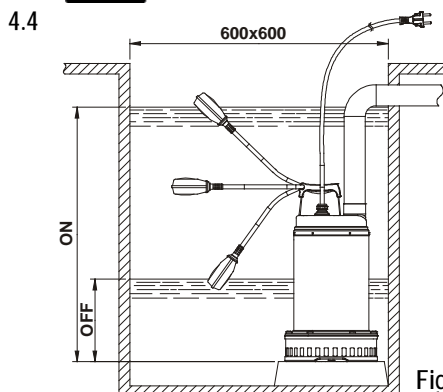

Fig.1
- 4.1 Si le fond du puits où la pompe doit fonctionner est particulièrement sale, il est bon de prévoir un support pour poser la pompe afin d'éviter que la crépine d'aspiration se bouche (Fig.1)
2. Pour la version munie d'interrupteur à flotteur, contrôler que celui-ci peut bouger librement (VOIR PARAGRAPHE REGLAGE INTERRUPTEUR A FLOTTEUR). Prévoir des puisards ayant les dimensions minimum indiquées dans la Fig.1. Le puisard devra toujours être dimensionné également en fonction de la quantité d'eau en arrivée et du débit de la pompe de manière à ne pas soumettre le moteur à un nombre excessif de démarrages.